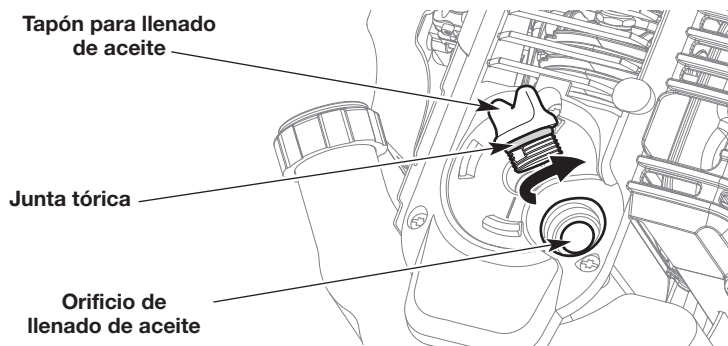

Fig. 10
2. Desenrosque el tapón de llenado de aceite (Fig. 10).
3. Vierta todo el contenido del recipiente dentro del orificio de llenado de aceite (Fig. 10). **NO** llene el depósito en exceso. Consulte *Control del nivel de aceite*.
5. Compruebe que la junta tórica esté en su lugar en el tapón de llenado de aceite (Fig. 10).